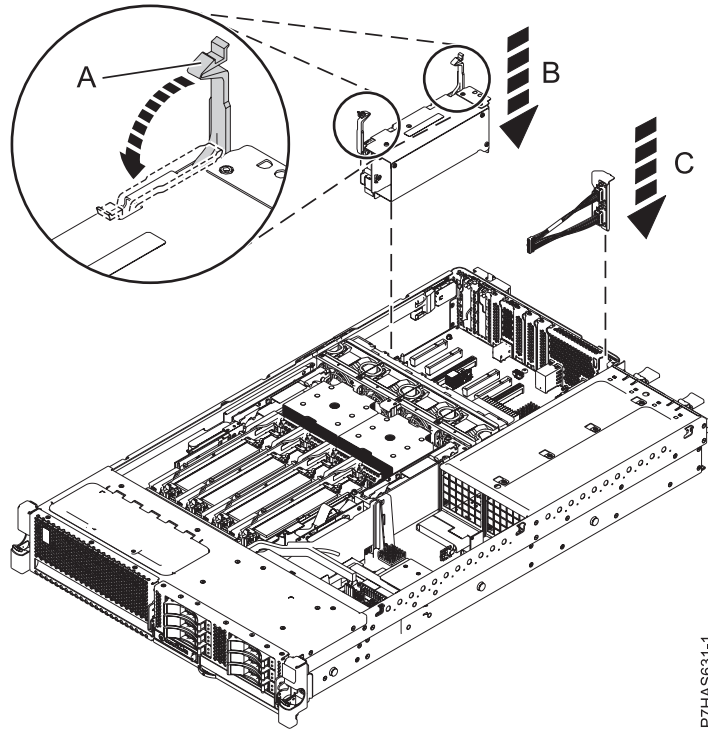

Figure 2. Installation de l'adaptateur GX à code dispositif EJ0G dans un système
9. Préparez l'installation du nouvel adaptateur en tirant sur les taquets de l'adaptateur **(A)** afin de les mettre en position ouverte (voir la figure 2, à la page 4). L'adaptateur GX++ FC EJOG (adaptateur IB2 12X 2 ports avec câble SPCN 2 ports) **(B)** est installé dans l'emplacement GX 2 et l'assemblage de câble SPCN 2 ports FC EJOG **(C)** est installé dans l'emplacement GX 1.
12. Faites pivoter les taquets (A) en position verrouillée, comme illustré dans la figure 2.
- a. Saisissez avec précaution l'assemblage de câble SPCN 2 ports à code dispositif EJ0G (C) (voir la figure 2) par la partie supérieure du taquet de la contre-poupée et alignez-le avec l'emplacement GX 1 (P1-C1) situé à l'arrière du châssis.